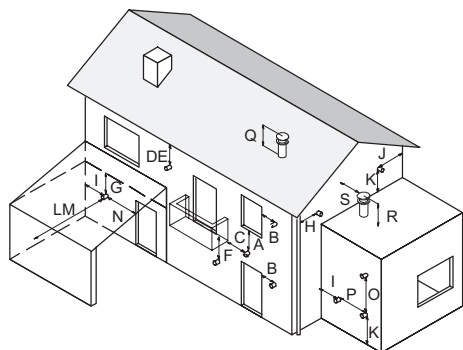

Figura 5.29
- rispettare le distanze minime di Figura 5.29 ed eventuali norme nazionali e locali vigenti.